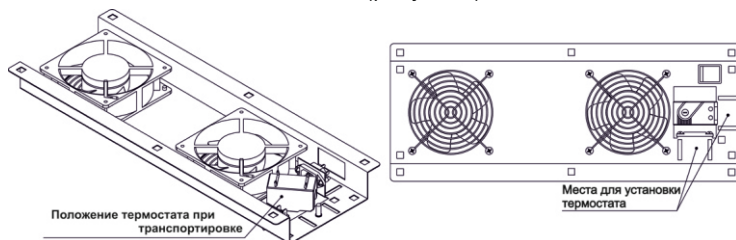

Рисунок 4
**Примечание** – Для транспортировки панели термостат помещен во внутренне пространство панели, для установки необходимо вывести термостат на лицевую часть панели через окно и установить в одно из посадочных мест (рисунок 4).